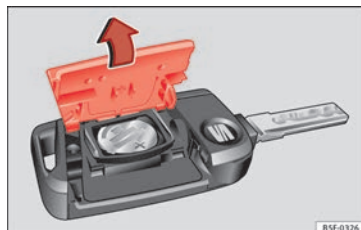

Fig. 127 Llave del vehículo: apertura de la tapa del compartimento para la pila.
- Retire la tapa en la parte trasera de la llave del vehículo » fig. 127 en la dirección de la flecha » ①.
- Coloque la tapa tal como se muestra » fig. 127 y presiónela en la carcasa de la llave del vehículo en sentido contrario a la flecha hasta que encastre.
① CUIDADO